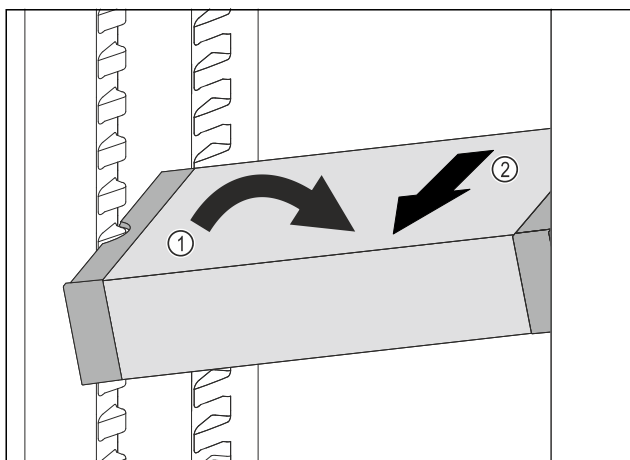

Fig. 117
- Наклонете VarioSafe в хладилната част. Fig. 117 (1)
- Извадете VarioSafe напред. Fig. 117 (2)